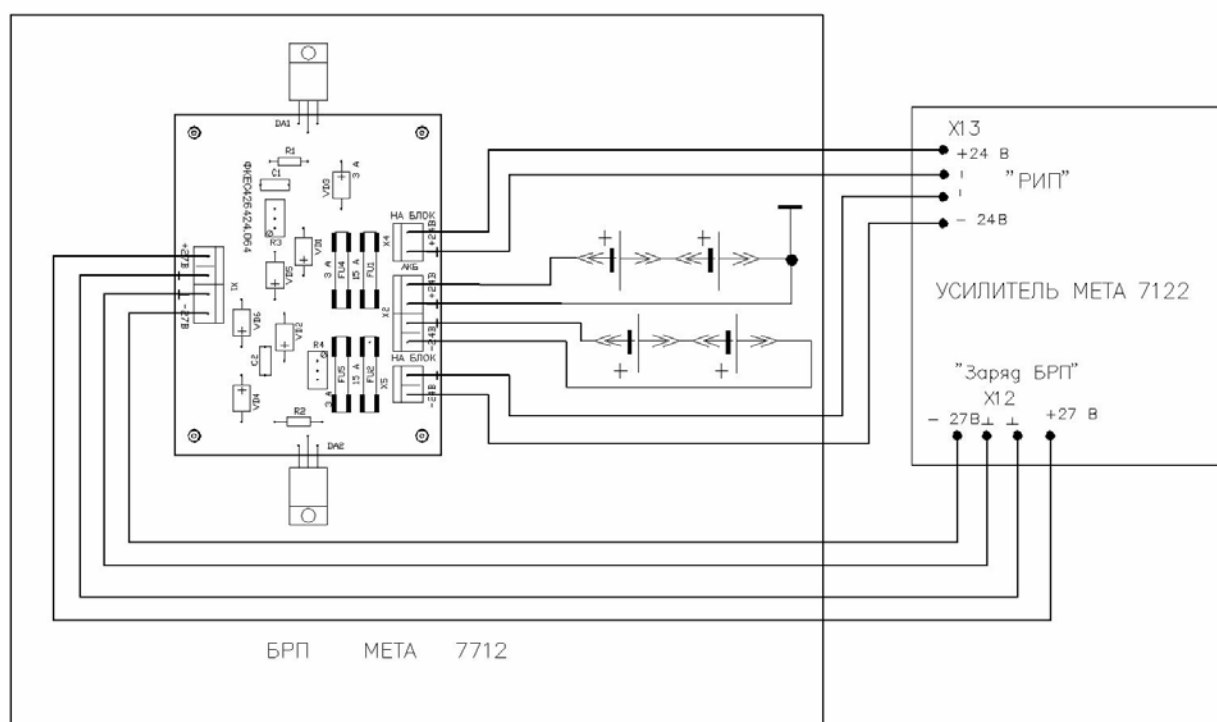

Рис.4 Подключение аккумуляторов в БРП
- Тщательно осмотреть установленный БРП. На его внутренних узлах и компонентах не должно быть металлической стружки, пыли, обрезков проводов и т.п. В противном случае источник может выйти из строя. Вентиляционные отверстия должны быть свободны для доступа воздуха. Подключение аккумуляторов в БРП показано на рис. 4